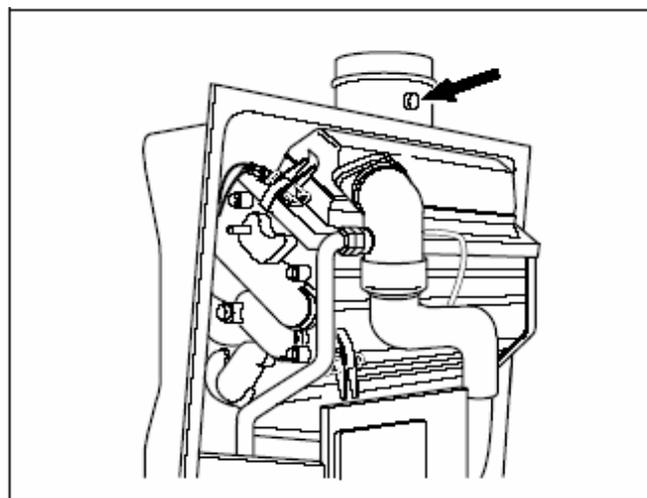

Рис. 30 Точка измерения на дымовых газах
- Измерить и записать содержание  $\text{CO}_2$  в точке измерения на дымовых газах (рис. 30).
Точку измерения см. на рис. 30.